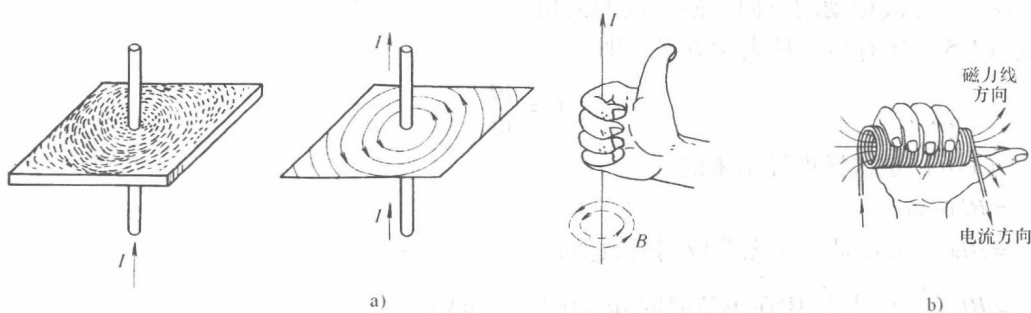

图 1-4 载流导体周围的磁场
1. 电流流过导体（线）时会在导体（线）的周围产生磁场，即电→磁。磁场的方向可以用右手定则来判断。用右手握住导线，拇指指向电流的方向，则四指指向磁场的方向，这就是右手（单导线）定则，如图 1-4 所示。由图可见，通电单导线周围形成的磁场是以导线为中心的一个圆柱体，且离中心越远，磁场越弱。
2. 电流流过导线制成的线圈时，在线圈的周围形成磁场。这个磁场的方向同样可以用右手螺旋定则来判断。用右手握住线圈，四指指向通过线圈的电流方向，拇指则指向磁场的方向，这就是右手螺旋定则，如图 1-4 所示。由图可见，通电线圈周围形成的磁场同样也是以线圈为中心的一个圆柱体，且离中心越远，磁场越弱。这个螺旋定则在电动机线圈绕制和接线中有着重要的意义。工程中使用的电磁铁也是用这个原理制成的，实际上右手螺旋定则和右手（单导线）定则是一致的，把线圈的每一匝当作单导线并用右手（单导线）定则去判断磁场，线圈的磁场就是每一匝线圈磁场的合成；或者把线圈所有的匝当作一根导线并用